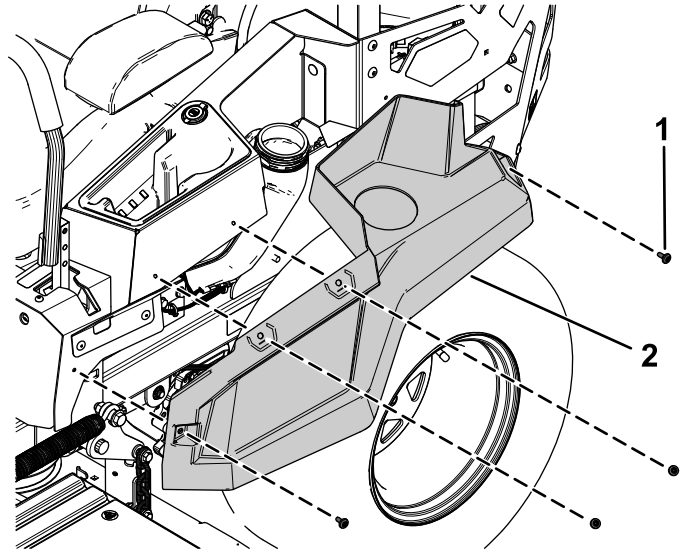

Bild 4
2. Entfernen Sie die vier Ansatzschrauben, mit denen die linke Seitenverkleidung befestigt ist, und nehmen Sie die linke Seitenverkleidung ab (Bild 4).
2. Befestigen Sie die linke Seitenverkleidung mit den zuvor entfernten vier Ansatzschrauben (Bild 4).